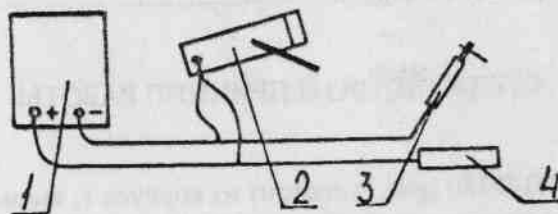

Рис.2
6.2. Установить термопенаЛ на место сварочных работ, подвести электропитание согласно схеме на рис.2.